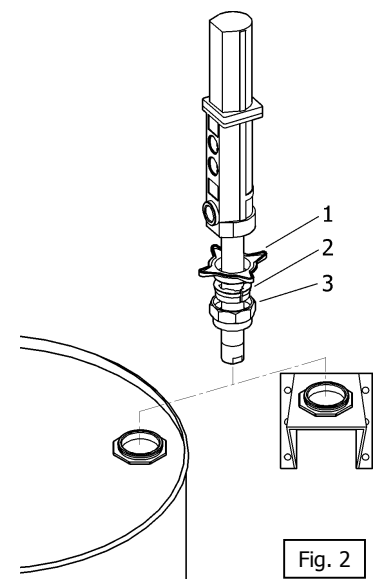

Fig. 2
This pump can be mounted directly on a drum or on a wall bracket fitted with a 2" bung (Fig 2). Loosen the star nut (1) of the bung adaptor to remove the lower nut (3), and screw this into the 2" bung opening of the drum or bracket. Place the star nut (1) and the split collar (2) on the suction tube. Lower the pump through the opening and fasten the assembly at the desired height by tightening the star nut (1).
Las bombas pueden ser montadas directamente sobre bidones o sobre un soporte mural que dispongan de rosca 2" BSP H (Fig. 2). Afloje la tuerca en estrella (1) del adaptador para extraer la parte inferior del mismo (2) y rosca en el brocal de 2" del bidón o del soporte. Coloque la tuerca en estrella (1) y la mordaza (2) del adaptador en el tubo, introduzca la bomba por el brocal y apriete el conjunto a la altura deseada.
Les pompes peuvent être installées directement sur fût ou sur un support mural muni d'un raccord 2" BSP (F) (Voir Fig.2). Desserrer le raccord en étoile (1) de l'adaptateur pour extraire la partie inférieure de ce dernier (2) et la fixer à l'orifice 2" du fût ou du support. Placer le raccord en étoile (1) ainsi que le mordant (2) de l'adaptateur dans le tube et introduire la pompe par l'orifice du fût ou du support en serrant l'ensemble des éléments à la hauteur désirée.